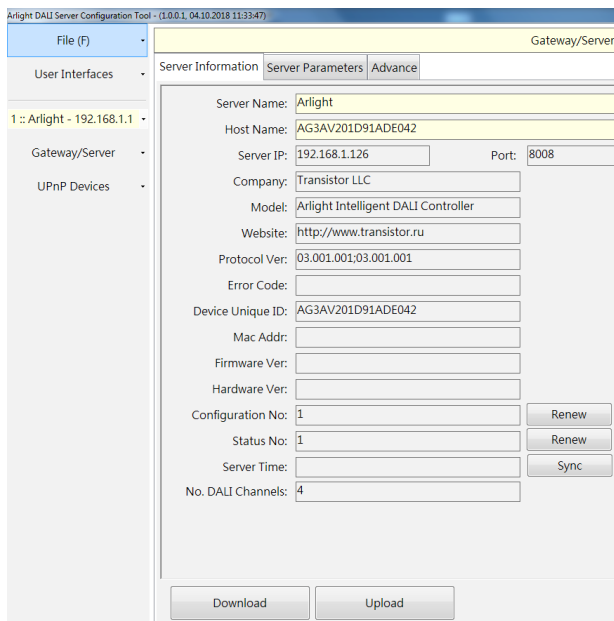

Рисунок 5.
5. Для считывания информации из контроллера нажмите кнопку Download (Рисунок 5). Для сохранения информации в контроллере после изменения нажмите кнопку Upload.